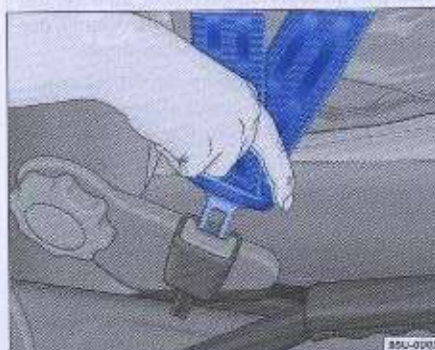

Fig. 12 Cierre y lengüeta del cinturón de seguridad
- Inserte la lengüeta de encaje en el respectivo alojamiento del cierre en el asiento, hasta encajarla y oír el ⇒ fig. 12 clic "característico".